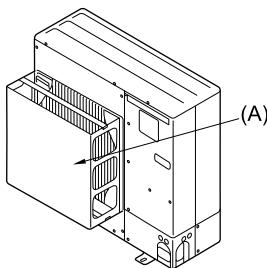
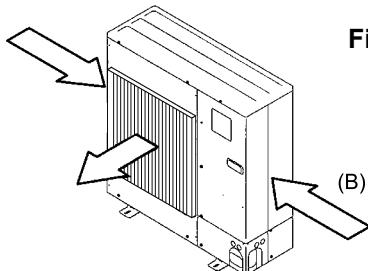

Fig. 2-4
Fig. 2-5
- (2) Installare una guida per la bocca di uscita dell'aria opzionale nel caso l'unità venga installata in un luogo dove vento forte causato da tifoni o da fenomeni simili possono penetrare direttamente nella bocca di uscita dell'aria. (Fig. 2-4)
- (A) Guida per la bocca di uscita dell'aria
- (3) Se possibile, posizionare l'unità in modo che la bocca di uscita soffi perpendicolarmente alla direzione del vento stagionale. (Fig. 2-5)
- (B) Direzione del vento